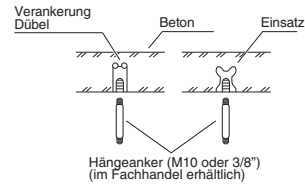

Abb. 3-3
- Die Hängeanker einsetzen, wie in Abb. 3-3 gezeigt, oder
- Die Hängeanker hineindrehen, wobei diese aus der Decke herausragen müssen, wie in Abb. 3-3 gezeigt. (Nötigenfalls muss die Deckenverkleidung modifiziert werden.)